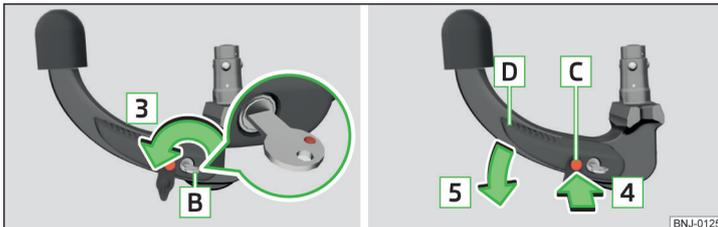

Fig. 152 Desbloquear o fecho / pressionar a cavilha de desengate e pressionar a alavanca de comando
- Rodar a chave **B** no sentido da seta **3**, de modo que a sua marcação vermelha indique para cima » Fig. 152.